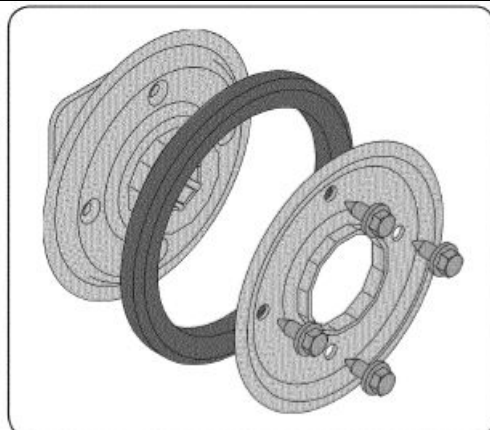

Рис. 32
1. Отверните четыре болта, которые фиксируют фрикцион плоскостями двух плат. См. Рис. 32